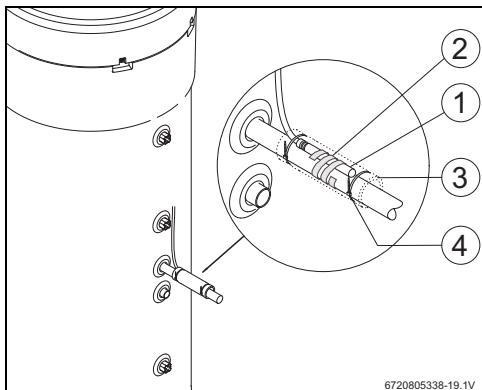

Bild 12
- Den Temperaturfühler, der am Zubehör angeschlossen wird, (Bild 12, [1]) wie in Bild 12 dargestellt positionieren.
- Temperaturfühler mit der mitgelieferten Kunststoffspirale am Speicher- Vorlauf befestigen (Bild 12, [2]).
- Temperaturfühler mit Isoliermaterial (Bild 12, [3]) umhüllen.
- Isolierung mit den 2 mitgelieferten Kabelbindern (Bild 12, [4]) fixieren.